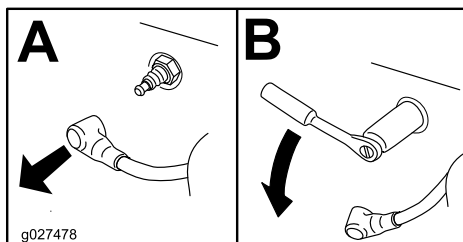

Figura 46
4. Individuate e rimuovete la/e candela/e, come illustrato nella Figura 46.